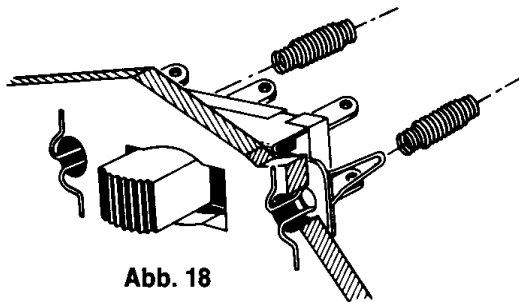

Abb. 18
4.5. Schiebeschalter (53)
Der Schiebeschalter wird von der Rückseite der Vorderplatte auf zwei Haarnadelfedern (20), die du von vorn durchgesteckt hast, aufgesetzt und mit zwei Klemmfedern (21) gesichert. Die Anschlußdrähte werden mit Spiralfedern (22) in den Ösen befestigt (Abb. 18). Die Bezeichnungen „links“ und „rechts“ gelten, wenn du von vorne auf die Vorderplatte schaust.